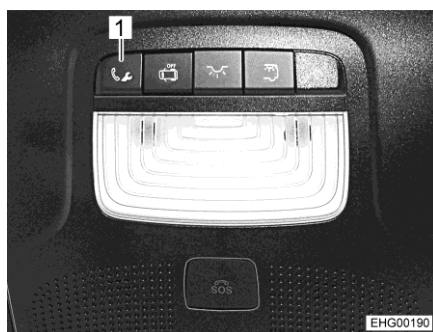

Bild 7 Taste für Pannenanruf
- Taste (Bild 7,1) für Pannenanruf drücken. Anruf beim Mercedes-Benz Kundencenter wird ausgelöst.